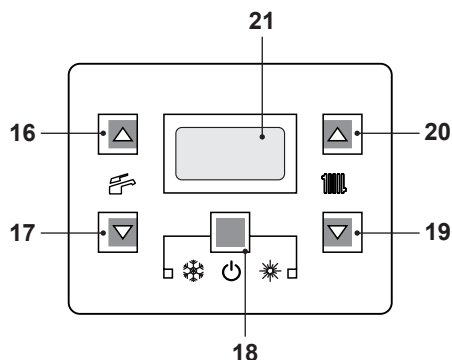
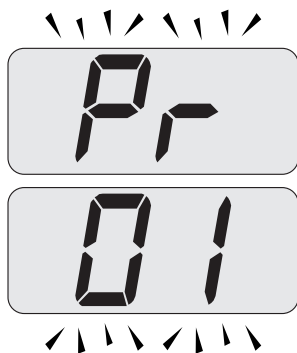

Figura 8.3
Figura 8.4
- Entrare in "modalità programmazione" premendo contemporaneamente per 10 secondi i tasti 18 - 19 - 20 (Figura 8.3) fino a far apparire sul display LCD le lettere **Pr** che si alternano con il codice **01**, indicanti l'entrata nel "parametro 01" (Figura 8.4).
- Premere contemporaneamente i tasti 18 e 20 (Figura 8.3) fino a far apparire sul display LCD il valore del parametro 05 (00=G20) (Figura 8.6).
- Premendo il tasto 18 (Figura 8.3) si ottiene la conferma del valore inserito.
- Premendo contemporaneamente i tasti 18 e 19 (Figura 8.3) si esce senza modificare il valore (ritorno alla lista parametri Figura 8.5)
- Premendo contemporaneamente per 10 secondi i tasti 18 - 19 - 20 (Figura 8.3) si esce dalla "modalità programmazione".